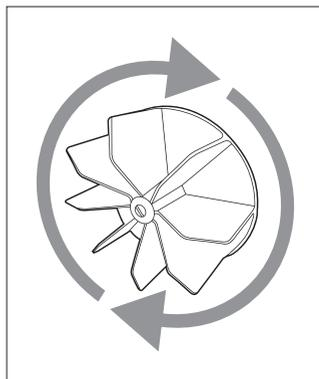

Fig. 09
- Em situações onde a bomba passe por um longo período desligada, pode ocorrer o travamento do rotor por oxidação. Neste caso, o motor fará barulho, porém não dará partida. Desta forma, será necessário retirar a tampa traseira que protege a ventoinha (hélice) e girar a ventoinha manualmente [Fig 09]. Este movimento irá destravar o rotor, e assim a bomba voltará a funcionar normalmente. Se estiver muito travada, evite forçar a ventoinha (hélice), remova a ventoinha e gire o eixo onde a ventoinha é fixada com o auxílio de um alicate de pressão. Após destravar, insira a ventoinha e a tampa traseira.